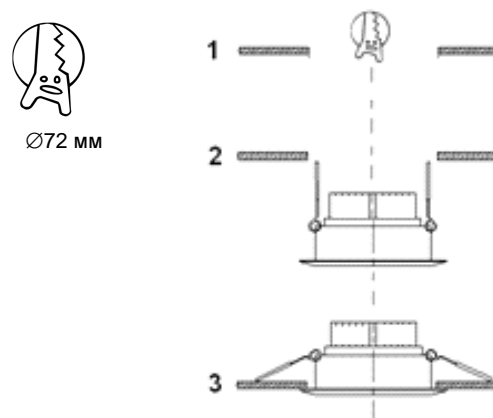

Рис.1. Установка светильника
- b) Подготовьте проем (вырез) в монтажной поверхности под установку светильника– 1(Рис.1);
- d) Установите светильник в подготовленный проем, предварительно прижав вверх к корпусу фиксирующие клипсы – 2 (Рис.1). Не допускайте пережатия питающих проводов;
- e) Убедитесь, что светильник надежно удерживается в проеме – 3 (Рис.1).;
### 5. Подключение и установка светильника (Рис. 1)